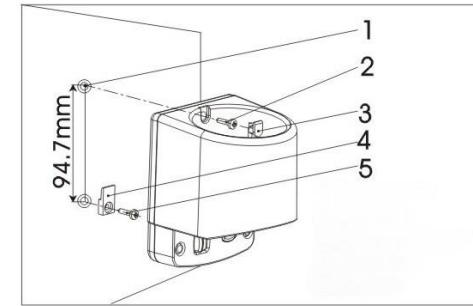
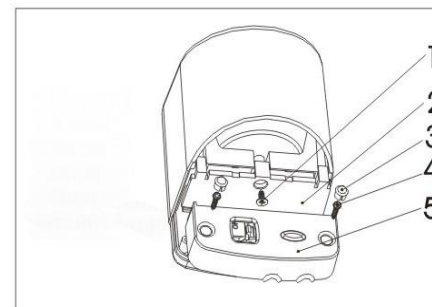
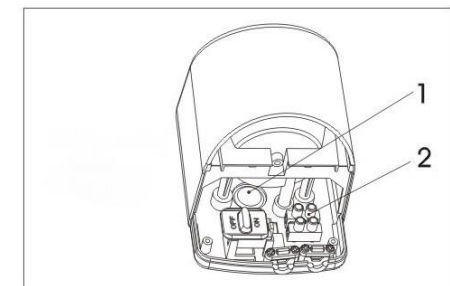

Fig. 2
Fig. 3
Fig. 4
- ❶ Bohrung von 2 Löchern, senkrecht untereinander, mit einem Abstand von 95 mm wie in Fig. 2 angewiesen. 6 mm Bohrer verwenden. Die beigelegten Dübel in die Löcher einsetzen und den in Fig. 2 mit 4 markierten Kunststoffbeschlag fest in das untere Schraubenloch schrauben.
- ❷ Die Rückwand des Halters über den Kunststoffbeschlag führen; dadurch fixiert sie am Beschlag. Die Halterung fest an die Wand schrauben und die bei Fig. 2 mit 3 markierten Abdeckpropfen auf die Schraubenlöcher setzen.
- ❸ Die Einheit ist zum Gebrauch bereit, nachdem der Stecker in die Steckdose eingesteckt und der Schalter in ON Position gestellt ist.
- ❶ Bohrung von 2 Löchern senkrecht untereinander mit einem Abstand von 95 mm, wie in Fig. 2 angewiesen 6 mm Bohrer verwenden. Die beigelegten Dübel in die Löcher setzen und den in Fig. 2 mit 4 markierten Kunststoffbeschlag fest in das untere Schraubenloch schrauben.
- ❷ Den in Fig. 3 mit 5 markierten Blinddeckel entfernen.
- ❸ Das angeschlossene Elektro-Kabel aus dem Verteiler entfernen.
- ❹ Das in Fig. 4 mit 1 markierte Plastikstück herausbrechen, damit Platz für das Installationskabel geschaffen wird. Das Installationskabel von der Wand durch das Loch ziehen, die Rückplatte des Halters über den Kunststoffbeschlag zwecks Fixierung ziehen, und das Installationskabel anschließen (markiert mit 2 in Fig. 4).
- ❺ Den in Fig. 3 mit 5 markierten Deckel wieder aufsetzen und die Einheit mit der beigelegten Schraube fest an die Wand schrauben (markiert mit 1 in Fig. 2).
- ❻ Die Einheit ist zum Gebrauch bereit, nachdem der Strom angeschlossen und der Schalter in ON-Position gestellt ist.